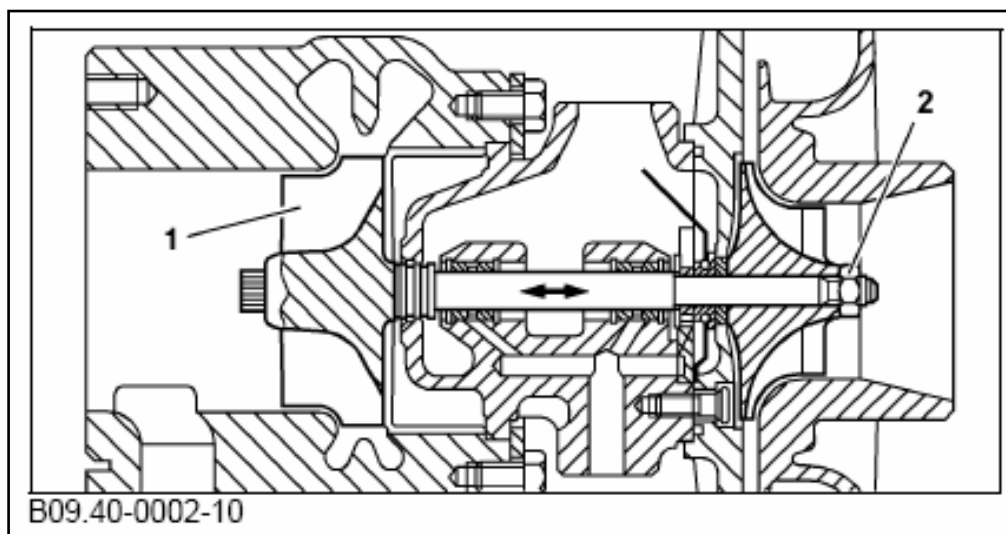

Figura 3. Revisión de Juego Axial.
- 2.1 Gire el ensamble de eje mientras lo empuja en una dirección. Ninguna de las dos ruedas debe rozar el armazón. **Vea la Figura 3.**